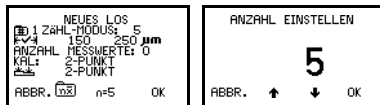

Abb. 48. Einstellen der Datenerfassungsmethode Gezählter Durchschnitt $n = 5$
- **ZÄHL-MODUS: n** - Die Messwerte werden in voreingestellten Gruppen genommen^g, wobei der Vorgabewert bei 5 Messwerten liegt, $n=5$ (Abbildung 48). Am Ende jeder Gruppe gibt das Messgerät einen Piepton ab, berechnet den Durchschnitt für die Gruppe und speichert diesen Durchschnittswert, der für die statistische Berechnung verwendet wird. Die einzelnen Messwerte in der Gruppe werden